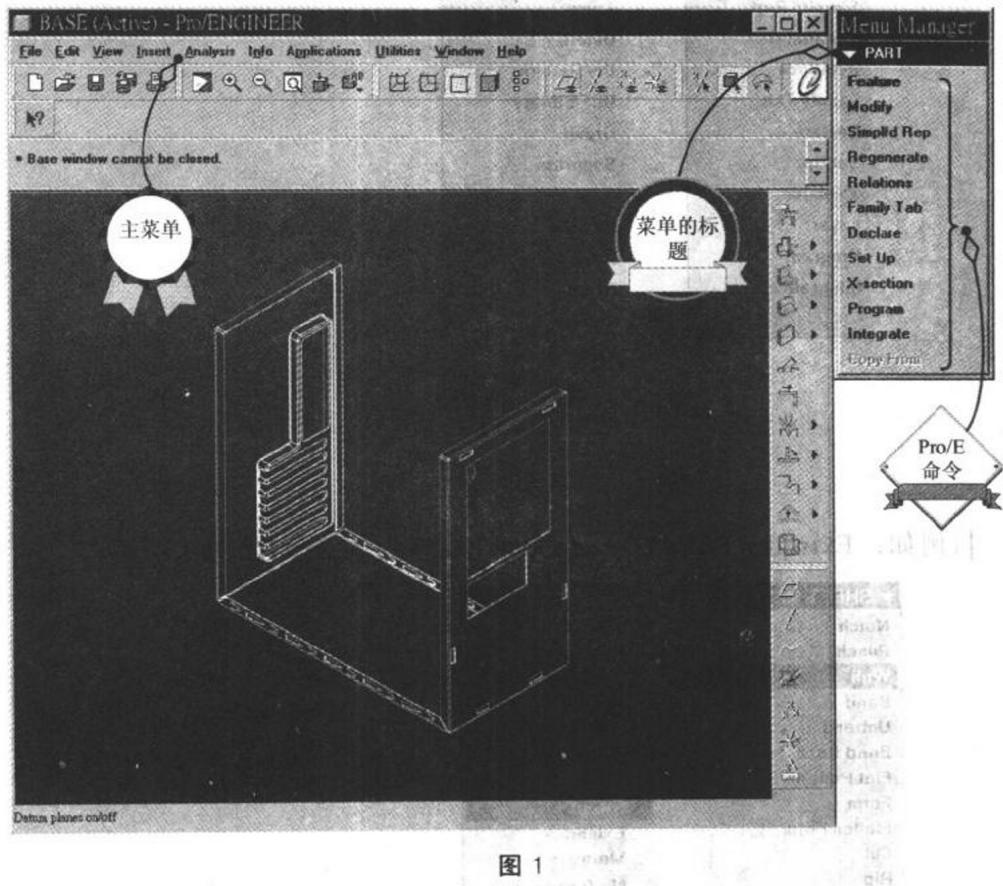

图 1
- ◆ 正体字(例如：PART / Feature 的 Feature): Pro/ENGINEER 命令(见图 1)。